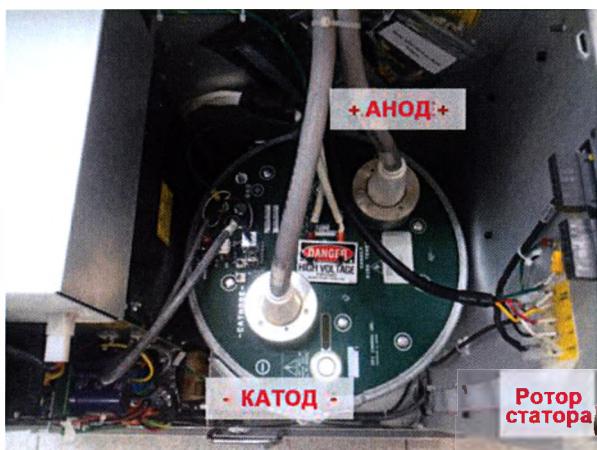

Рисунок 4-36. Подключение кабеля высокого напряжения ГВН и кабеля статора.
(1) Убедитесь в том, что кабели высокого напряжения подключены с соответствующей полярностью [Анод: (+), Катод: (-)] к муфте ВН [Рисунок 4-36. Подключение кабеля высокого напряжения ГВН и кабеля статора]